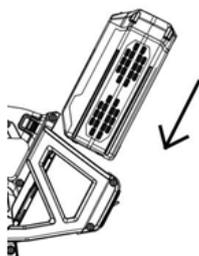

Fig 12
1. Inserte el paquete de baterías en el enchufe hasta que escuche un sonido claro de "clic" (Fig. 12).